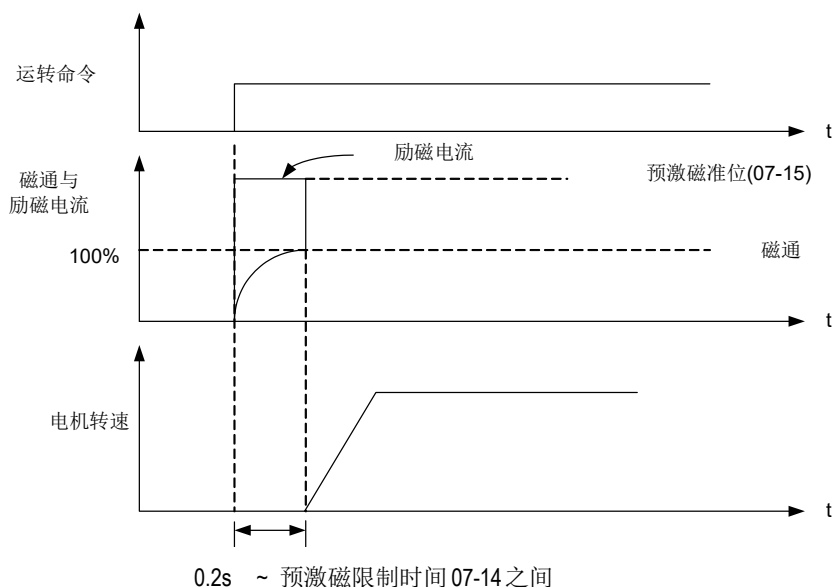

图4.3.59 预激磁操作
- 如图 4.3.59 所示，在磁通达到 100%后，设定预激磁时间。磁通建立所需时间为电机电力时间常数的函数值。